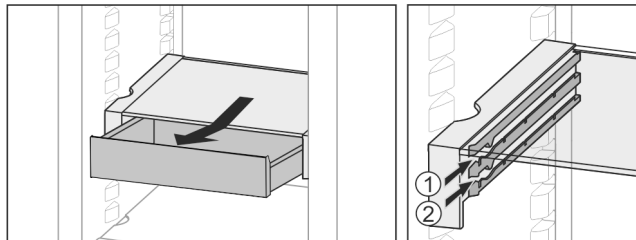

Fig. 22
- ▶ Na dowolnej wysokości Fig. 22 (1) lub Fig. 22 (2) wsuwać.